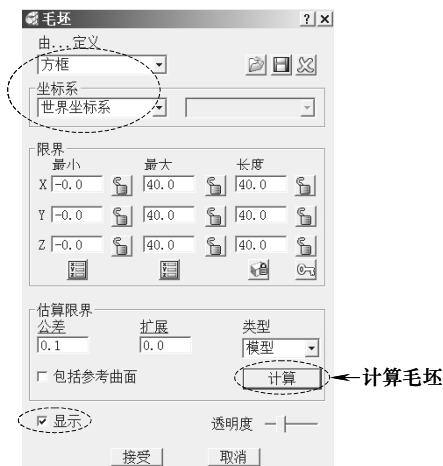
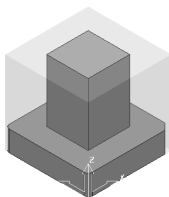

图 6-7 计算毛坯
图 6-8 毛坯
1) 计算毛坯: 在 PowerMILL “综合” 工具栏中, 单击 “毛坯” 按钮 , 打开 “毛坯” 表格, 按图 6-7 所示设置参数。单击 “接受” 按钮, 关闭该表格。计算出来的毛坯如图 6-8 所示。